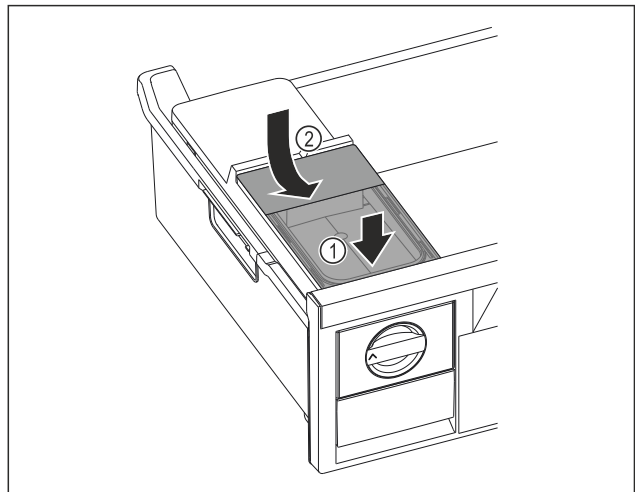

Fig. 92
- ▶ Установите бак для воды спереди Fig. 92 (1)
- ▶ Опустить бак для воды сзади Fig. 92 (2)